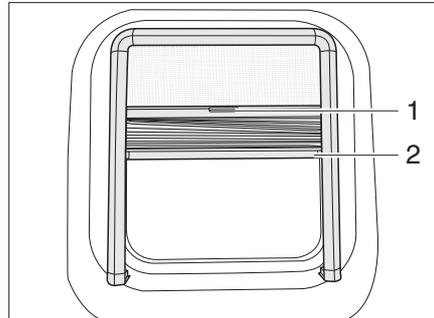

Bild 16 Ausstellfenster
- In die Einkerbung (Bild 16,2) fassen und Verdunklungsrollo von oben nach unten bis zur gewünschten Höhe ziehen.
- In die Einkerbung (Bild 16,2) fassen und Verdunklungsrollo nach oben schieben.
- Insektenschutzrollo an dem Griff (Bild 16,1) nach unten ziehen.
- Insektenschutzrollo an dem Griff (Bild 16,1) nach oben schieben.